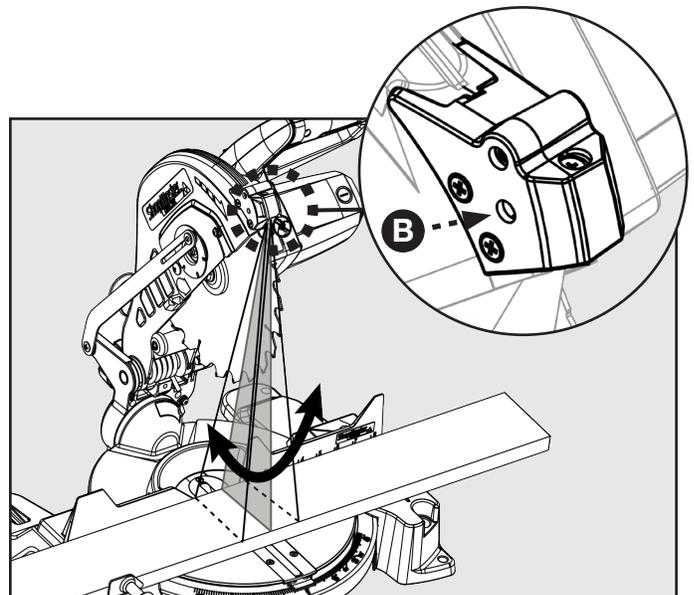

FIGURA 23
Si advierte que la línea del láser no permanece paralela a la hoja a medida que se baja el cabezal de la sierra para realizar un corte, consulte la Figura 23 y siga estas instrucciones: utilice un destornillador Phillips para girar el tornillo (B) a fin de ajustar el ángulo vertical del láser.